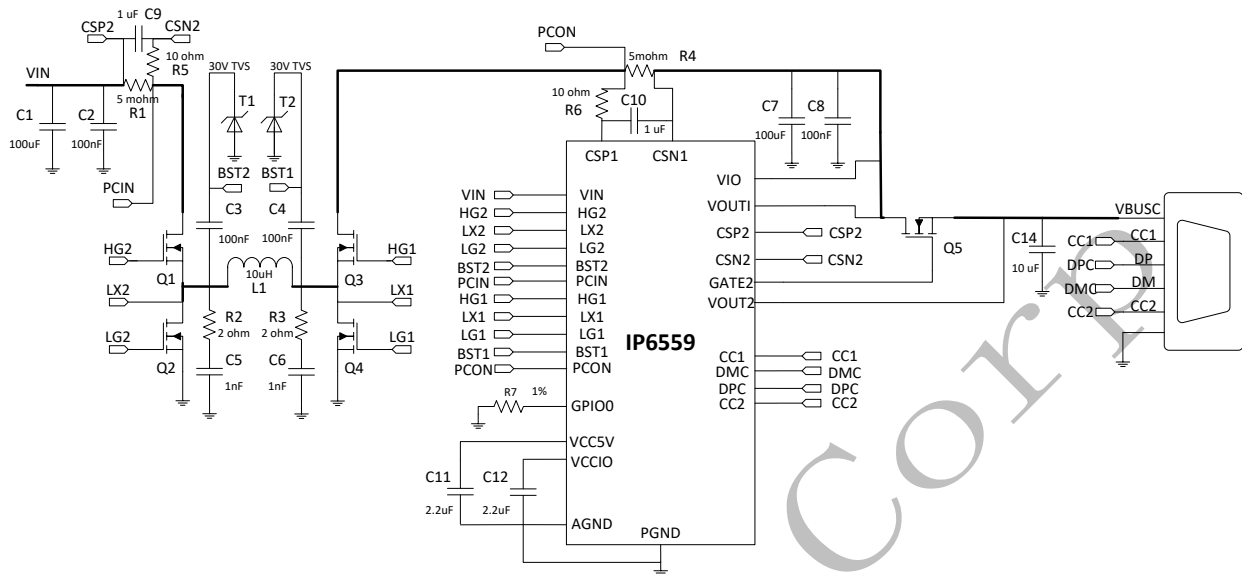
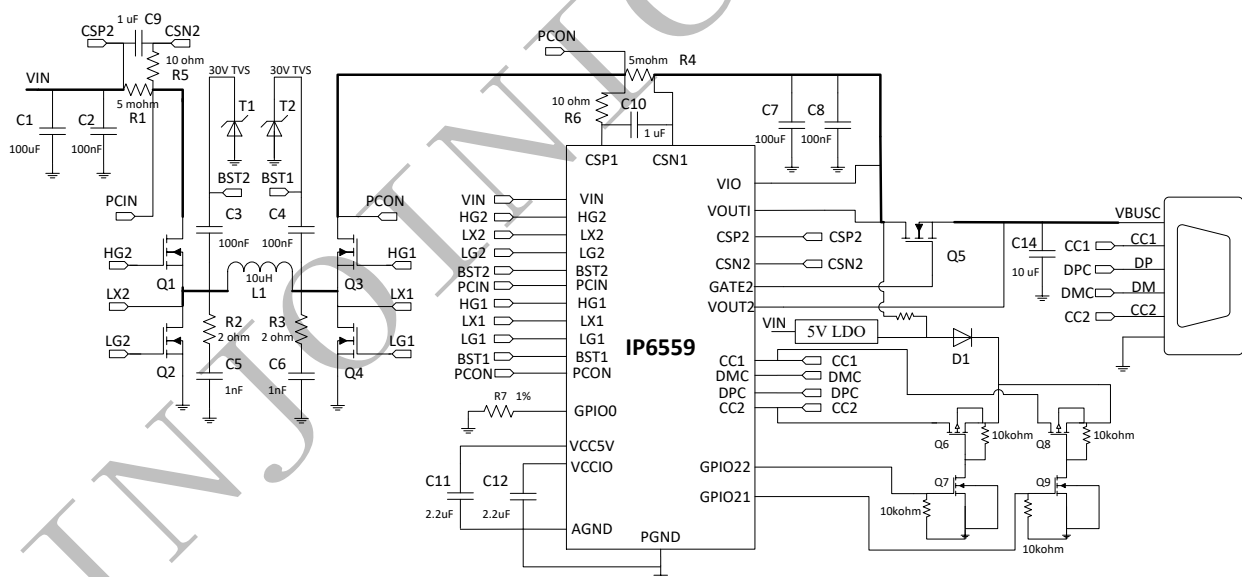

图 8 IP6559 单 C 口的典型应用原理图
图 9 IP6559 单 C 口带 EMARK 识别输出的典型应用原理图
1. 图 8 和图 9 中，调节 GPIO0 的接地电阻 R7 可以改变 IP6559_C 的 C 口 PDO；